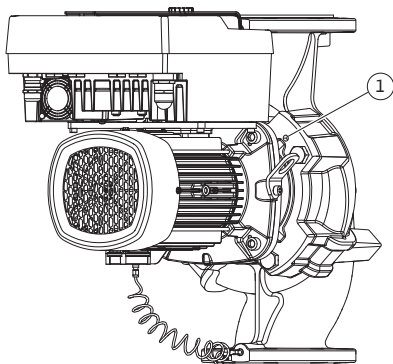

Fig. 103: Изтласкайте окомплектовката по резбовите на корпуса
12. За тип помпа (Fig. III, IV) разхлабете винтовете поз. 29. Използвайте двете съседни резби на корпуса (Fig. 103, поз. 1) и използвайте подходящи винтове, предоставени на място (напр. M10 x 25 mm). Избутайте окомплектовката от корпуса на помпата.